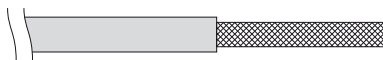

Рис. 4-9
- (1) Удалите покрытие кабеля таким образом, чтобы не поцарапать плетёный экран. (Рис. 4-9)